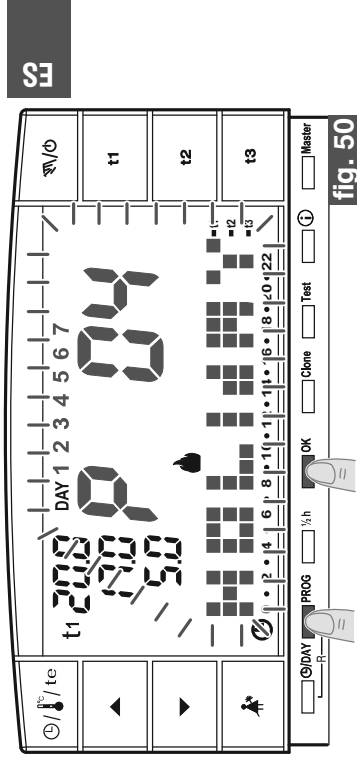

fig. 50
- Pulsar varias veces la tecla PROG hasta que en la pantalla aparezca el mensaje P 04 HOLIDAY parpadeando; luego confirmar pulsando la tecla OK (fig. 50).